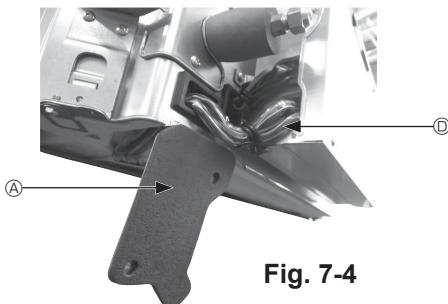
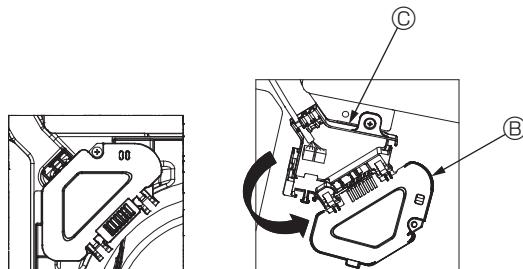

Fig. 7-4
Fig. 7-5
- ① Retirez les deux vis de fixation du couvercle des fils de l'appareil principal, puis ouvrez le couvercle.
- ② Faites passer les fils du capteur i-See et du récepteur de signal dans les entrées de fils du boîtier des composants électriques, comme montré sur le schéma, et autour des traversées isolées sur le côté de l'appareil principal. (Fig. 7-4)
- ③ Lors du passage des câbles, ouvrez le collier qui fixe le fil de jonction de la grille, puis fixez le fil de jonction de la grille et les fils du capteur i-See et du récepteur de signal à l'aide du collier.
- ④ Retirez la vis de fixation du couvercle de la boîte de raccordement, puis ouvrez le couvercle. (Fig. 7-5)
- ⑤ Placez le connecteur du fil de jonction dans la boîte de raccordement.
- ⑥ Installez le couvercle des fils et le couvercle de la boîte de raccordement.